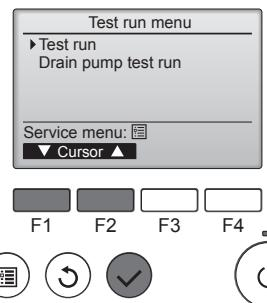

Fig. 6-4
④ F1 veya F2 düğmesi ile "Test run" (Çalışma testi) öğesini seçin ve ② düğmesine basın. (Fig. 6-4)